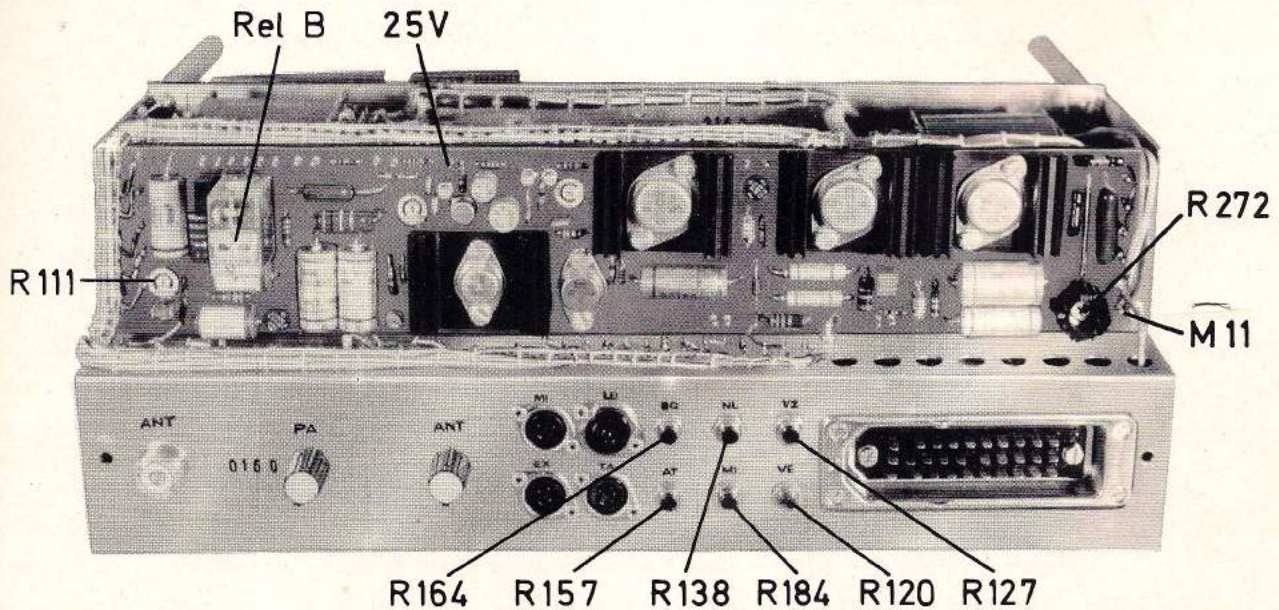

Bild 10
1. Relais B (Bild 10) aus der Fassung ziehen.
2. Betriebszustand: FM Senden. Angezeigte HF-Leistung mit R111 (Bild 10) am Watt-Meter einstellen.
4. Weiteres Meßinstrument an Lötstift 25 V (Bild 10). Meßbereich 30V.